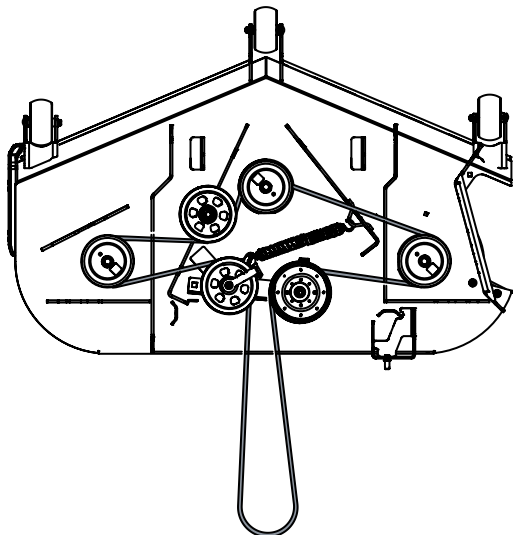

Figura 57
8. Coloque la correa como se muestra en la Figura 57. Ajuste y asegure los elementos de ferretería del brazo secundario libre.